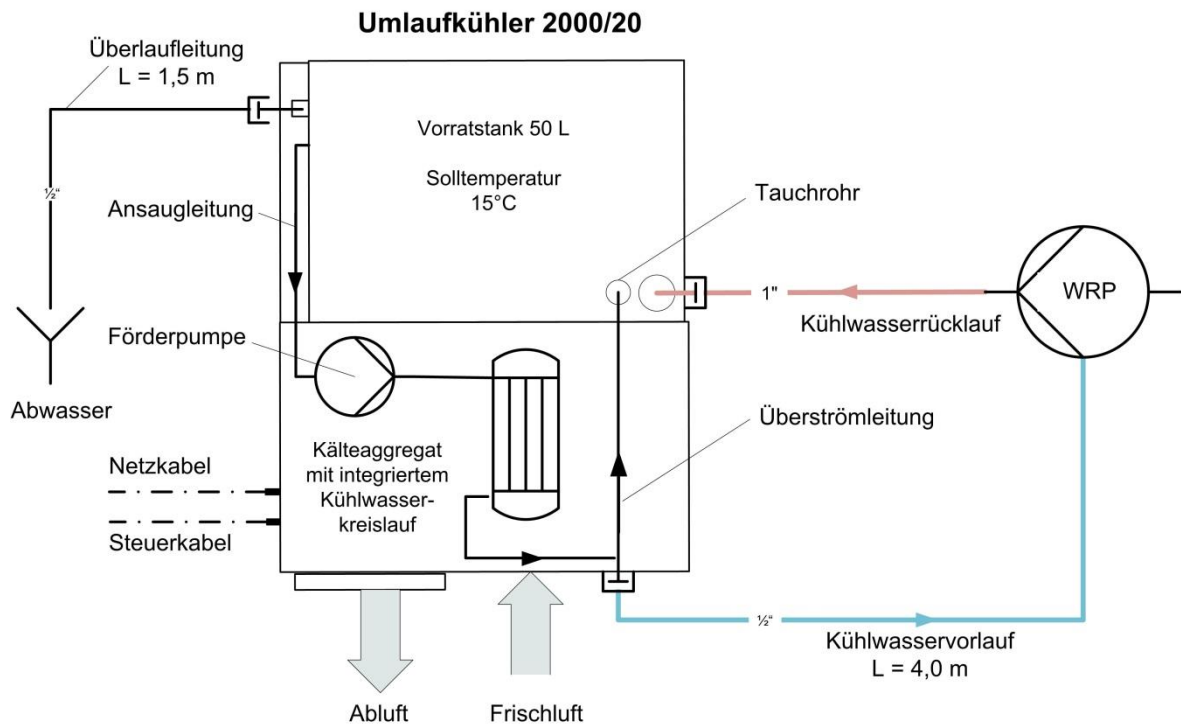

Abb. 4: Anschlussschema Umlaufkühler 2000/20
- ◆ Schließen Sie die Schlauchleitungen für Kühlwasservorlauf, Kühlwasserrücklauf und Überlauf gemäß Abb. 4: an.
5 Im Falle der Abb. 4 handelt es sich um eine WRP
Beim Anschließen wird der Umlaufkühler gemäß nachstehender Abb. 4: mit dem zu kühlenden Aggregat verbunden.